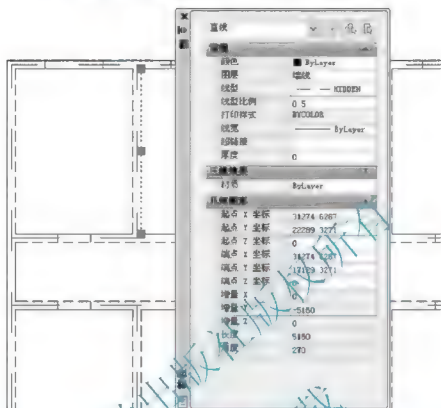

图 5.25 修改线型比例
(1) 如图 5.25 所示, 在命令行无命令的状态下选中其中一条虚线, 单击【标准】工具栏上的 图标, 打开【特性】对话框, 将线型比例由“1”改为“0.5”, 然后关闭对话框。可以发现虚线的显示状态随线型比例发生了变化。